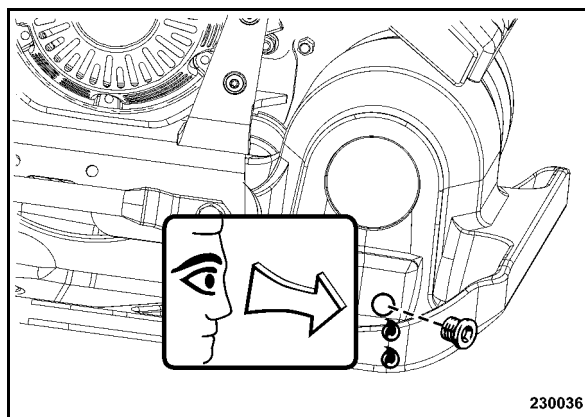

рис. 65
- Залить масло до нижней кромки отверстия (рис. 65).